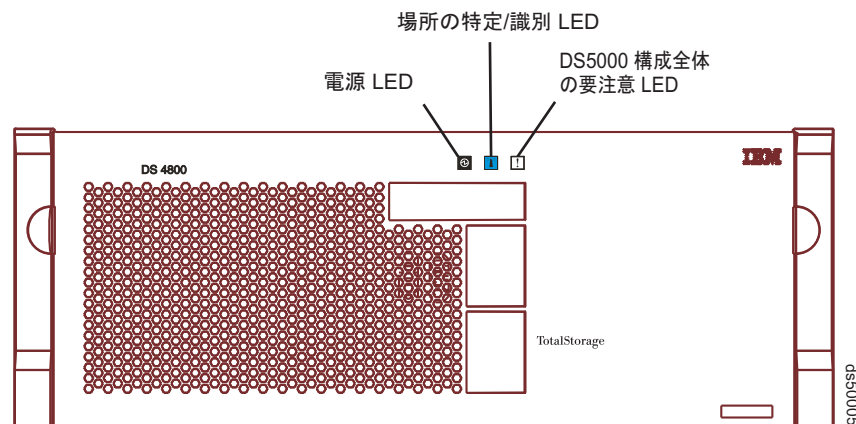

図 131. DS5100 または DS5300 の前面ベゼルにある構成全体の要注意 LED
1. ストレージ・サブシステムの前面ベゼルにある構成全体の要注意 LED を調べて、障害のある相互接続バッテリー・ユニットを突き止めます。(図 131 に、前面ベゼルにある構成全体の要注意 LED の位置を示します。)